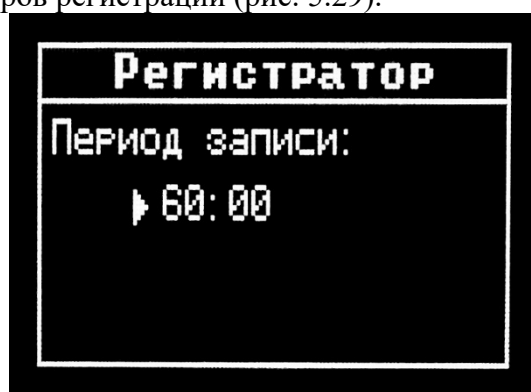

Рисунок 5.29
5.3.19 Настройка параметров регистрации (рис. 5.29).